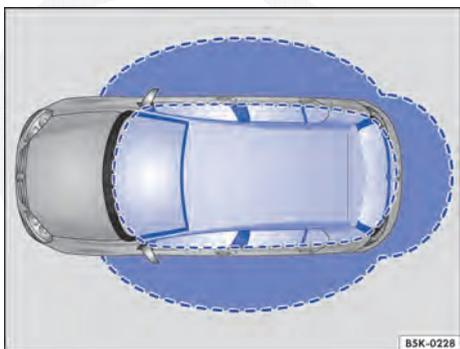

Fig. 29 Sistema de travamento e de partida Keyless Access sem chave: áreas de aproximação.
O Keyless Access é um sistema de travamento e de partida sem chave, com o qual o veículo pode ser destravado e travado sem o uso efetivo da chave do veículo. Para isso, é necessário que apenas uma chave do veículo válida esteja na área de aproximação do veículo \Rightarrow Fig. 29 e que uma superfície dos sensores nas maçanetas das portas \Rightarrow Fig. 30 seja tocada, ou que o botão da tampa traseira \Rightarrow Página 62 seja acionado \Rightarrow ①.
Se houver uma chave do veículo válida na área de aproximação \Rightarrow Fig. 29, o sistema de travamento e de partida Keyless Access sem chave atribui uma autorização de acesso a ela, assim que a superfície do sensor da maçaneta da porta do condutor ou do passageiro dianteiro ou o botão na tampa traseira sejam tocados. Em seguida, são possíveis as seguintes funções sem o uso efetivo da chave do veículo:
Se o veículo estiver travado e uma chave do veículo válida se encontrar na área de aproximação \Rightarrow Fig. 29 da tampa traseira, esta será destravada automaticamente ao ser aberta.